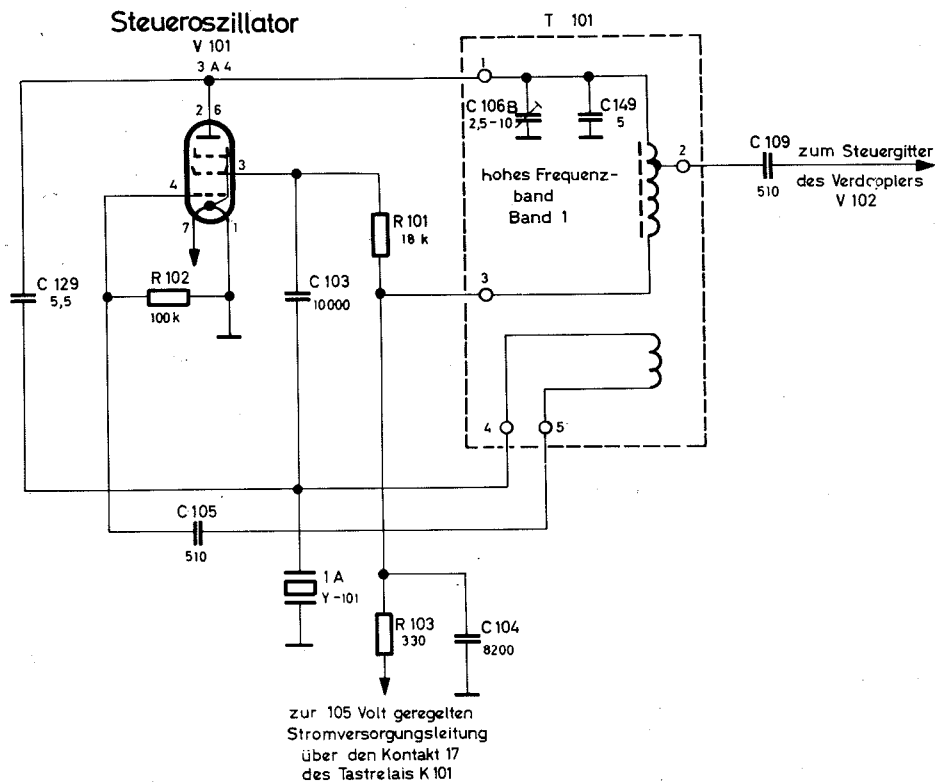

Bild 68 Steueroszillator (quarzgesteuert)
5.2.3 Quarzoszillator (Bild 68)